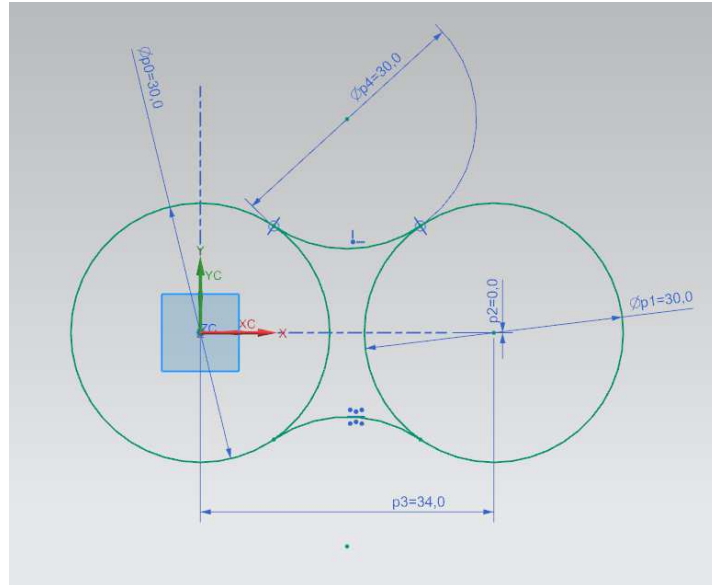

Rys. 3.46. Zastosowanie polecenia **Quick Trim**
- użyć polecenia **Quick Trim** (z klawiatury litera T) w celu docięcia okręgów. W pierwszej kolejności należy wybrać polecenie **Quick Trim**, a następnie kliknąć górną część okręgu nr 2. Spowoduje to szybkie przycięcie go (rys. 3.46),